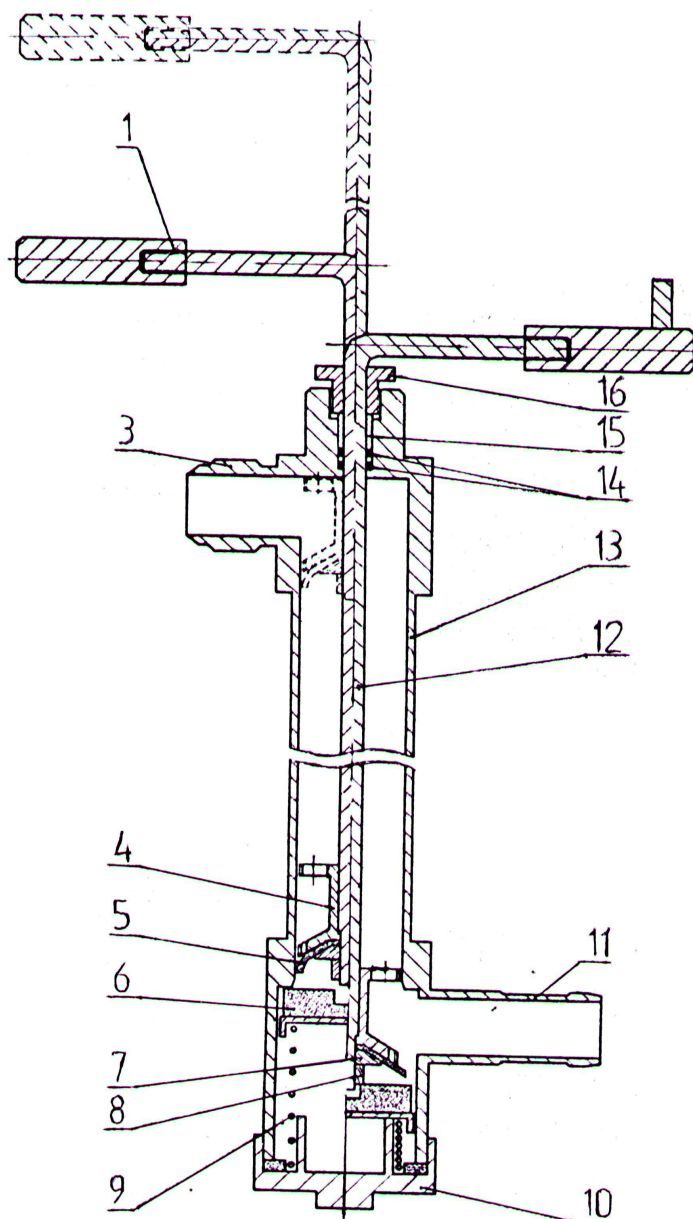

Рис. 4.3.
4.3.1. Для заполнения гидросистемы стенда при его запуске предусмотрен ручной насос (рис. 4.3.).
4.3.3. При транспортировке и работе стенда рукоятка 1 фиксируется под упором на стойке стенда (см. правую половину рис. 4.3.). При этом конец штока 12 отжимает клапан 6, обеспечивая свободный проход жидкости через насос.
После остановки штока клапан 6 под действием пружины 9 перекрывает вход штуцера 11, сохраняя давление в гидросистеме стенда (см. левую половину рис. 4.3.).